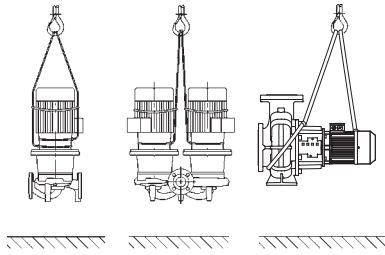

Fig. 6: Transport av pumpen
- Transportöglorna på motorn är endast till för att rikta lasten (Fig. 6).